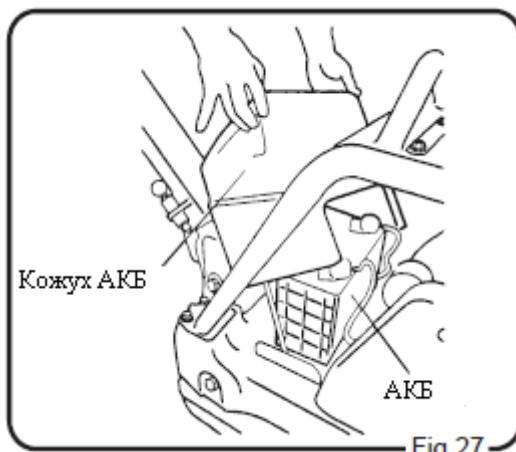

Fig.27
1. Демонтаж АКБ (рис. 27, 28)
- Отверните болты M8 (4) и снимите кожух АКБ.